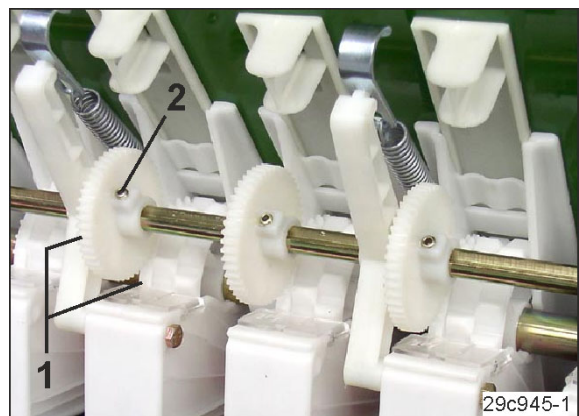

Рис. 222
6. Приведите в зацепление зубья (Рис. 222/1) ведущей шестерни и высевających катушек технологической колеи для мелких семян.
7. Затяните без усилия винты с внутренним шестигранником (Рис. 222/1) ведущей шестерни в выемке промежуточного вала.